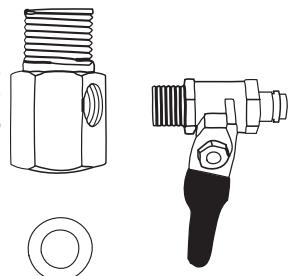

Рис. 10
2.1. Соберите узел подачи воды путем соединения шарового крана с тройником, как показано на **рис. 10**. Используя ленту ФУМ, вверните кран подачи воды в тройник. Будьте предельно осторожны при подсоединении крана — чрезмерное усилие повредит его резьбу. Используйте гаечный или разводной ключ. Не используйте другие материалы для герметизации соединения.